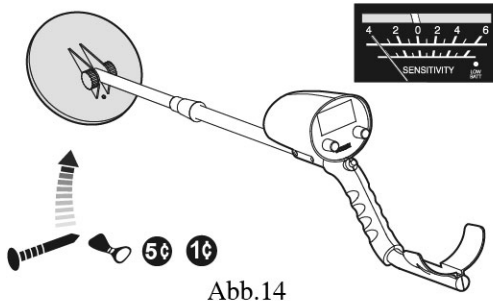

Abb.14
- Nähern Sie sich mit der Suchspule langsam anderen Metallproben; der Messzeiger schlägt nach links aus und der Ton wird immer leiser. (Abb. 14)